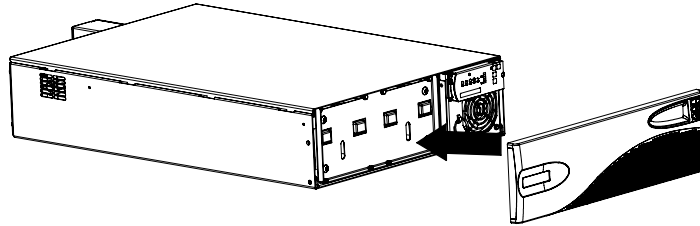

Abbildung 12. Einbau der Vorderen Abdeckung
5. Die (im Zubehörsatz gelieferte) Frontplatte der USV am rechten Befestigungshaken und an den vorderen abdeckung-bohrungen des USV-Gehäuses ausrichten. Die vorderen abdeckung der USV einbauen (siehe Abbildung 12).